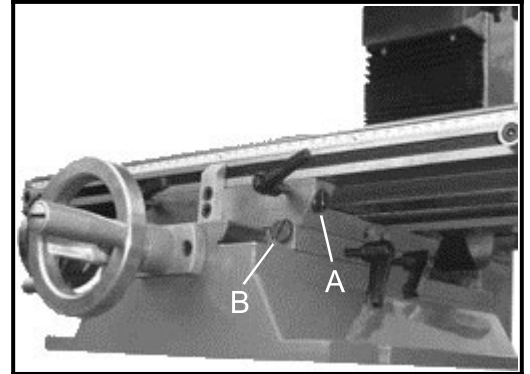
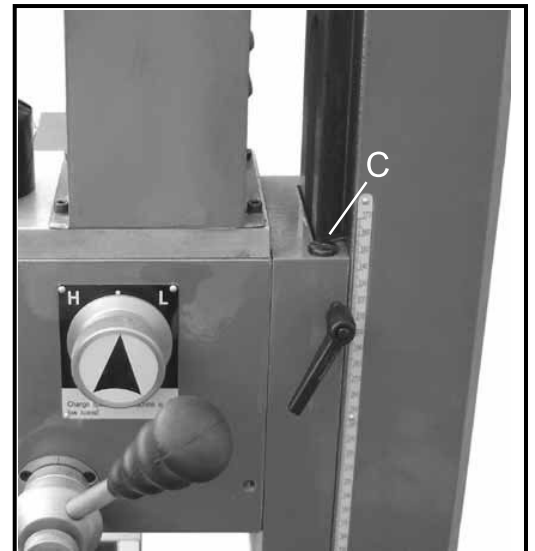

Fig. 17
Fig. 18
1. La vite di regolazione della barra orizzontale (A, Fig. 17) si trova nella parte posteriore destra del tavolo. La vite di regolazione della barra di traslazione (B, Fig. 17) si trova sul lato destro della sella sotto il tavolo. La vite di regolazione della barra verticale (C, Fig. 18) si trova sulla colonna.